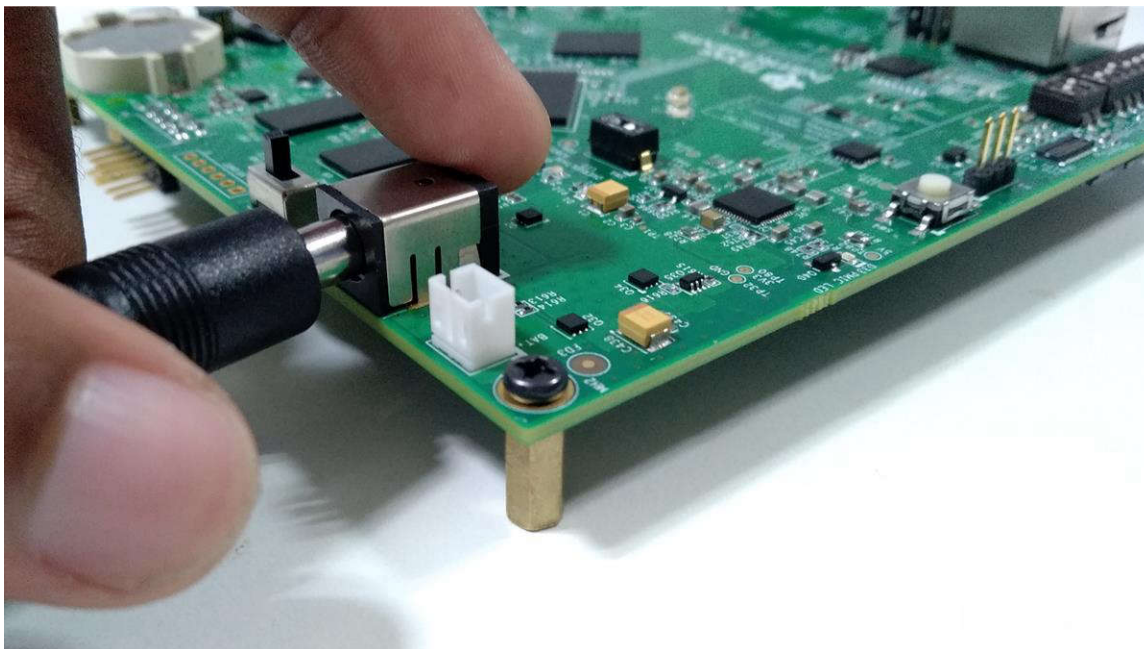

图 3-7. 将 5V 直流适配器插入 J1
6. 将 5V 直流适配器桶形插孔插入 J1 连接器以提供电源 (图 3-7)。CUI Inc 的 SM124-5-V-P6 是推荐使用的电源。